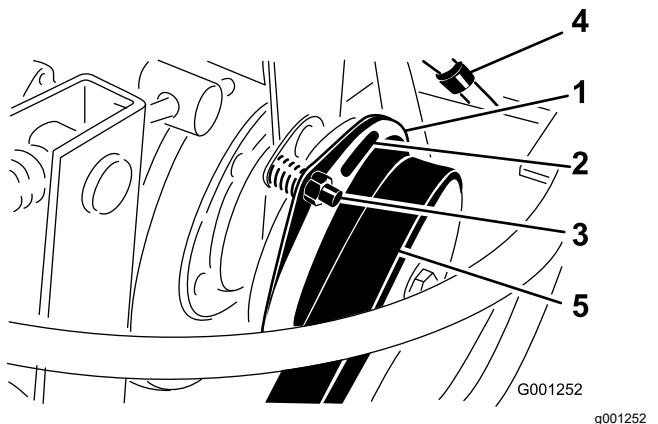

Рисунок 95
6. Отрегулируйте зазор так, чтобы толщиномер на 0,4 мм мог проходить между накладкой муфты и фрикционной пластиной с легким усилием (Рисунок 95).
**Примечание:** Этот зазор можно уменьшить, поворачивая регулировочную гайку по часовой стрелке (Рисунок 95). Максимальный рабочий зазор составляет 0,7 мм. Отрегулируйте все три зазора.